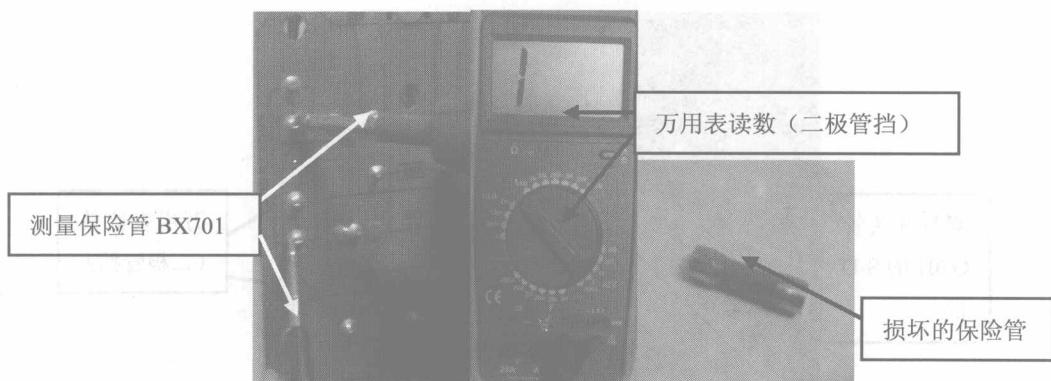

图 1-5
- 用万用表的二极管挡检测保险管 BX701，测得数值为无穷大，说明保险管已经开路，显示器电路中存在短路故障。将保险管取下，此时先不要着急更换保险管，应先排除显示器电路中的其他短路故障，如图 1-5 所示。